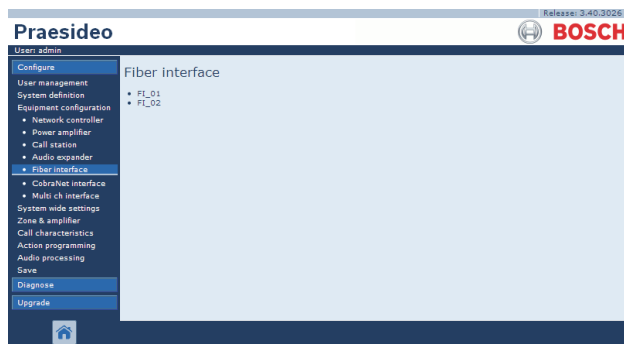

abbildung 44.50: Konfiguration der LWL-Schnittstelle, Schritt 1
- 1 Rufen Sie *Configure > Equipment configuration > Fiber interface* auf. Im Mainframe der webbasierten Benutzeroberfläche erscheint ein Bildschirm, der dem in abbildung 44.50 ähnelt.